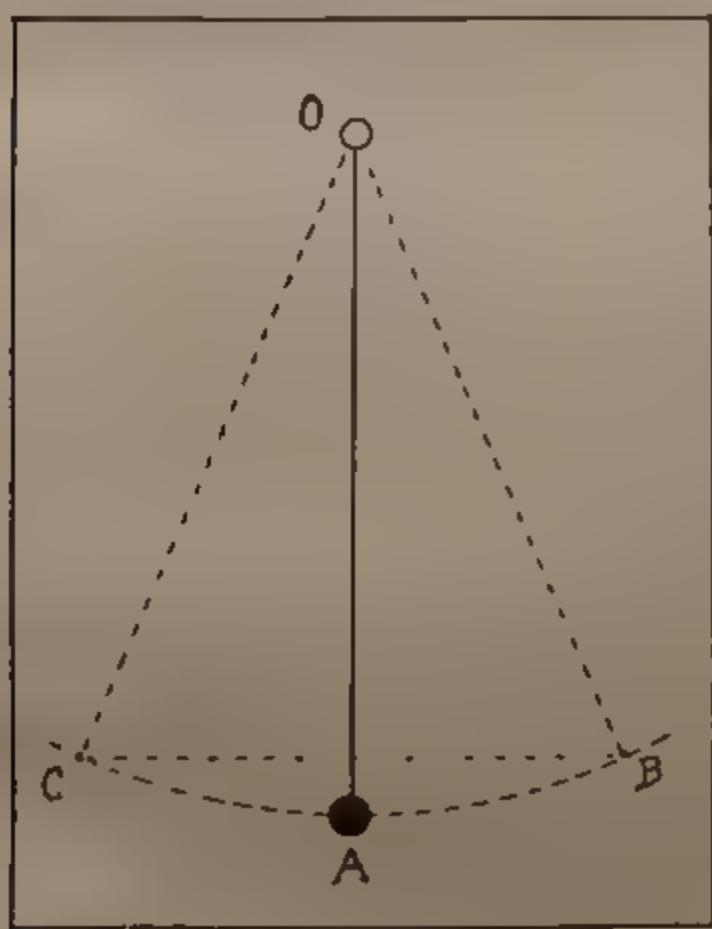

Fig. 40. — MOTO DEL PENDOLO.
**36. Il pendolo.** — Un'altra grande gloriosa scoperta di Galileo è quella delle leggi fondamentali del pendolo. Il pendolo nella sua forma più semplice è formato da un corpo piccolo e pesante *A* (fig. 40) sospeso con un filo flessibile e sottile ad un punto fisso *O*; ma qualunque